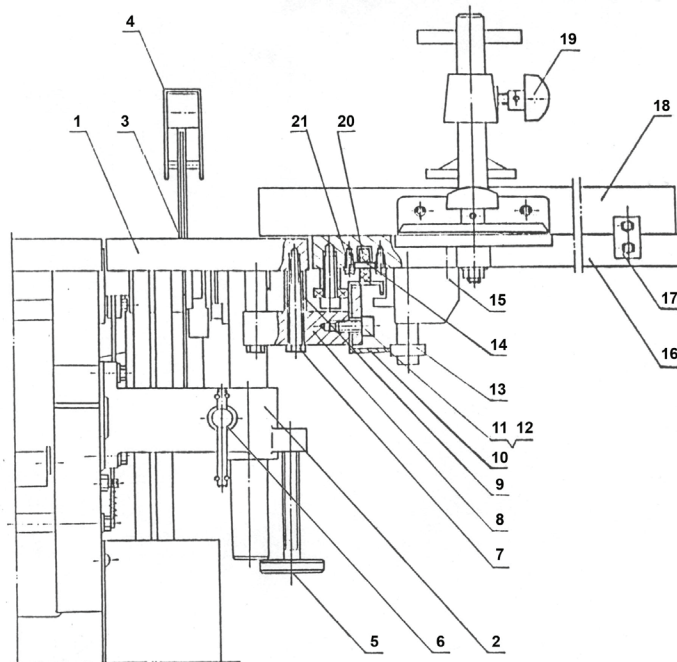

рис. 4
4.4 Общий вид стола для пиления и торцевания представлен на рис. 4
4.7 Справа от столов для строгания установлен стол 1 (рис. 4) для пиления. Высота стола пиления регулируется винтом регулировочным 6 (рис. 4), фиксируется ручкой 5 (рис. 4). Пильный диск 3 (рис. 4) закрывается сверху защитным кожухом 4 (рис. 4), имеющим в своём составе расклинивающий нож. Стол для пиления 1 (рис. 4) имеет вставку, крепящуюся двумя винтами. При установке на валу фрезы, вставка снимается.